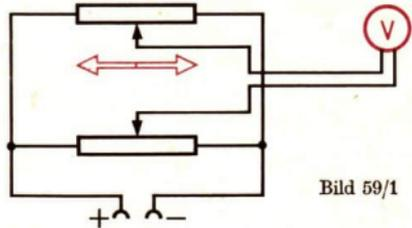

Bild 59/1
**V** Mit einer Brückenschaltung zur Untersuchung des Verhaltens von Meßgeräten im Wechselstromkreis nach Bild 59/1 erzeugen wir eine Wechselspannung kleiner, veränderlicher Frequenz. Der Gleitkontakt des einen Widerstandes wird mit der Hand hin und her bewegt.
In einem Dreheiseninstrument (Bild 59/2) ist die Richtung des Zeigerauslags unabhängig von der Richtung des Stromes. Fließt ein Wechselstrom durch die Spule des Gerätes, so werden das feststehende und das bewegliche Eisenteil des Meßwerkes immer gleichzeitig von dem Wechselfeld umgepolt. Der Zeiger schlägt darum bei einem Wechselstrom kleiner Frequenz während jeder Halbperiode vom Nullpunkt bis zu einem Höchstwert nach der gleichen Seite hin aus. Mit höherer Frequenz kehrt er aber nicht mehr zum Nullpunkt zurück und erreicht auch nicht mehr den Höchstwert, da der Zeiger und die fest mit ihm verbundenen Teile zu träge sind, den schnellen Schwingungen zu folgen. Schiebt man den Gleitkontakt noch schneller hin und her, so kommt der Zeiger bei einem bestimmten Ausschlag zur Ruhe. Wenn in der Versuchsanordnung die maximale Spannung ( $u_{\max}$ ) am Meßgerät 10 V beträgt,